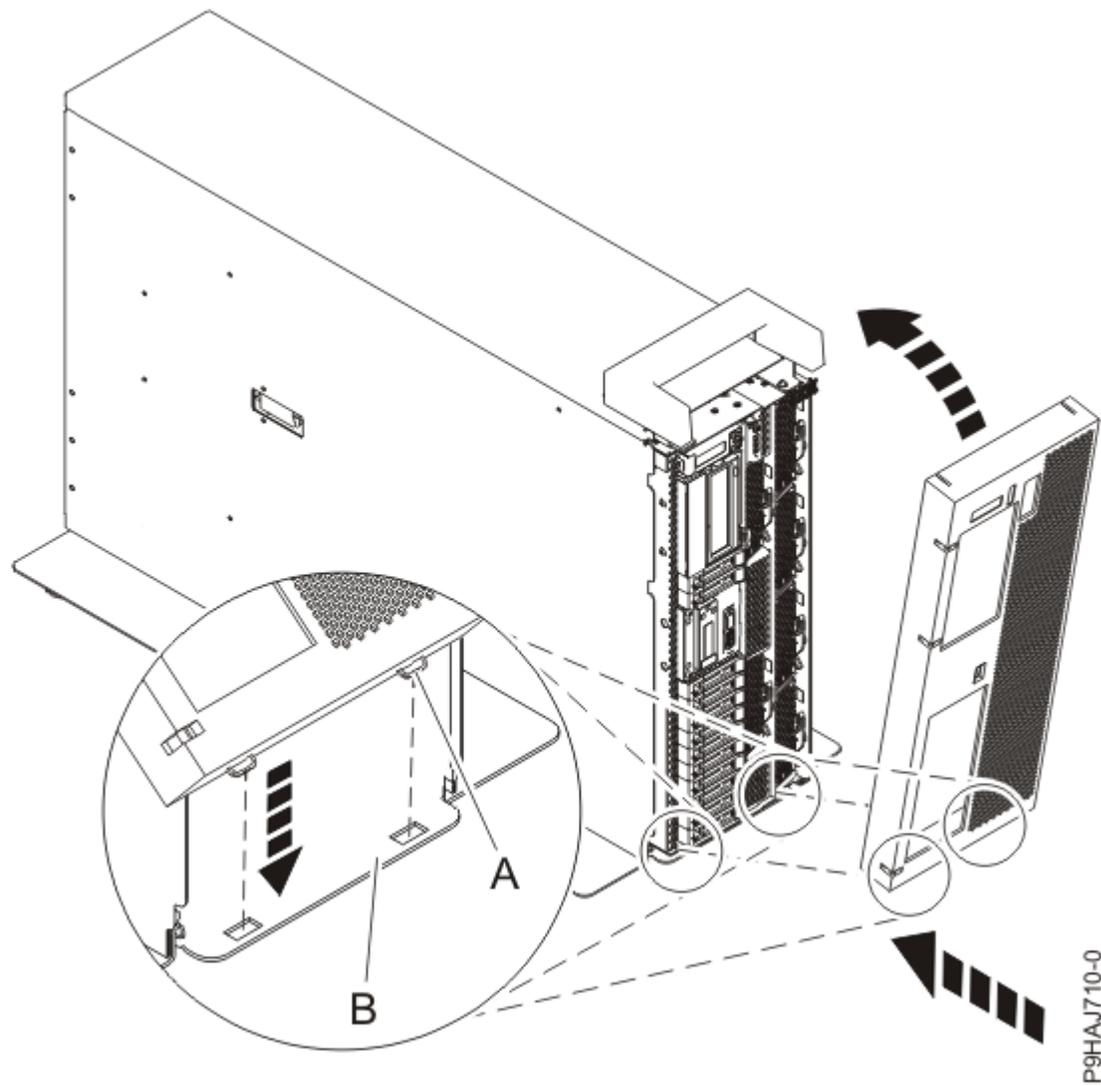

Figura 135. Instalación de la cubierta y de la puerta frontales
- b) Alinee la cubierta hasta que las dos pestañas de la cubierta (**A**) encajen en las ranuras de la placa base (**B**), como se muestra en la Figura 135 en la página 142.